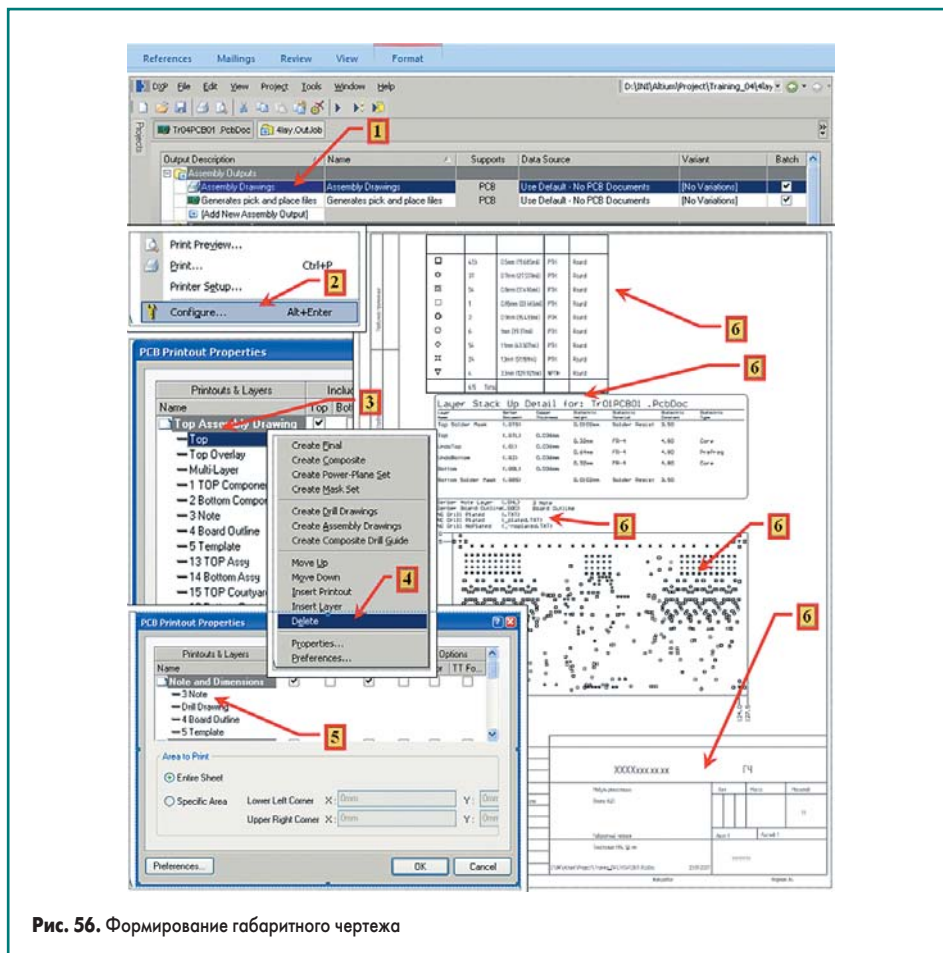

Рис. 56. Формирование габаритного чертежа
1. При выделенной строке **Assembly Output** вызываем контекстное меню нажатием правой кнопки мышки (рис. 56).